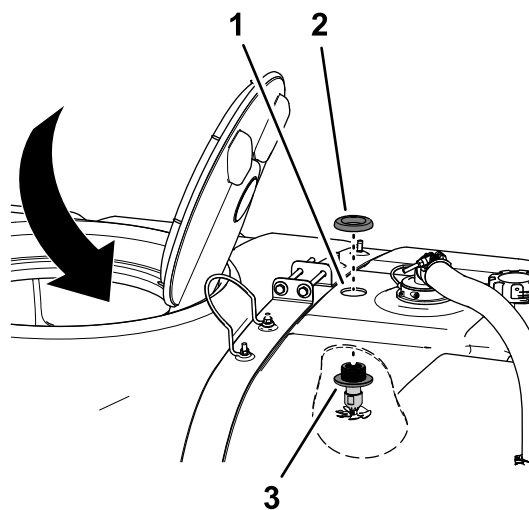

Figura 21
1. Lavorando all'interno del serbatoio attraverso l'apertura di 41 cm, allineate il gruppo ugelli verso l'alto, attraverso il foro di 4,5 cm che avete praticato al passaggio **Foratura del serbatoio di irrorazione (pagina 9)**, come illustrato nella **Figura 21**.
2. Montate il dado flangiato in plastica sui filetti del raccordo del diaframma nella parte superiore del serbatoio e serrate il dado flangiato manualmente (**Figura 21**).